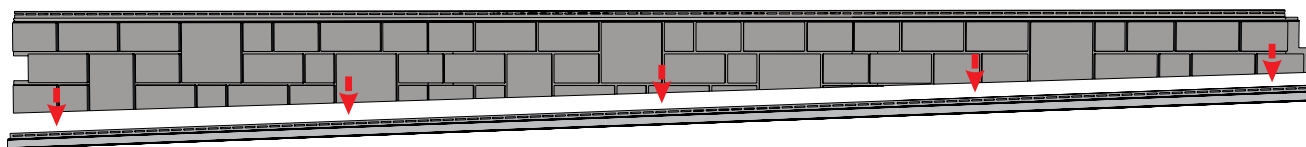

Рисунок 87
- 16.3** На объектах, расположенных под уклоном, в качестве стартового элемента используется универсальный J-профиль 7/8. Подрежьте нижнюю часть панели с учетом угла наклона и вставьте в доборный элемент, как показано на рисунке (рис. 87). Для отвода осадков из J-профиля 7/8 сделайте в нём дренажные отверстия с интервалом 30-40 см, используя сверло диаметром 4-5 мм.